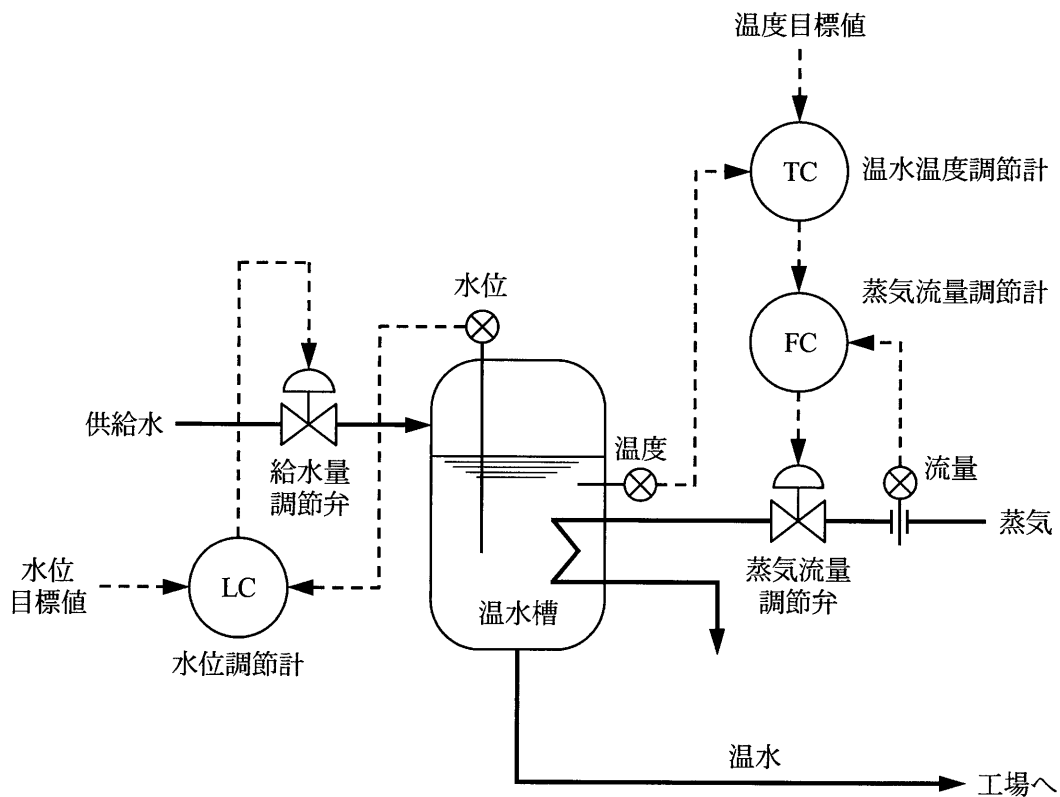

図 1
(1) 図 1 のように、蒸気を熱源として温水を製造する装置について考える。この装置では、温水槽の水位によって工場で消費される温水分だけ供給水が補給されており、蒸気流量を操作して、温水温度を目標温度で一定に保つような制御を行っている。
2) 図1では、温水温度調節計と蒸気流量調節弁との間に蒸気流量調節計が設けられており、温水温度調節計から出力される が蒸気流量調節計の目標値を与えている。この温水温度調節計と蒸気流量調節計の構成に代表されるような機能を持つ制御を、 という。
① PID制御における制御アルゴリズムとしてP動作だけを使用した場合に、制御対象の値と目標値との差(=eとする)がいつまでも零にならない が生じることがある。
② 図1の温水温度調節計がP動作のみの調節計の場合、調節計の出力はPBを用いて次式で表すことができる。なお、PBはP動作の調整パラメータで と呼ばれる。